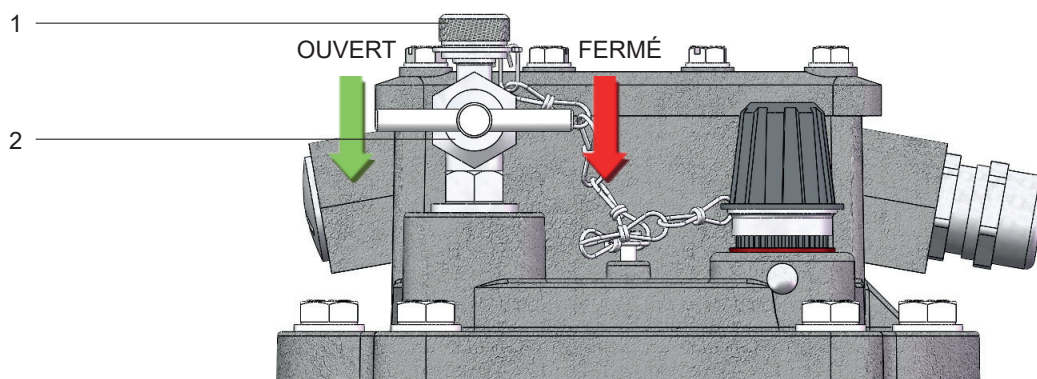

Fig.11 – Vanne de purge d'air
- Desserrer le petit écrou borgne (Fig. 11/ n° 1) de la vanne de purge d'air (Fig. 11/ n° 2) et ouvrir la vanne de purge d'air (la tourner dans le sens anti-horaire)